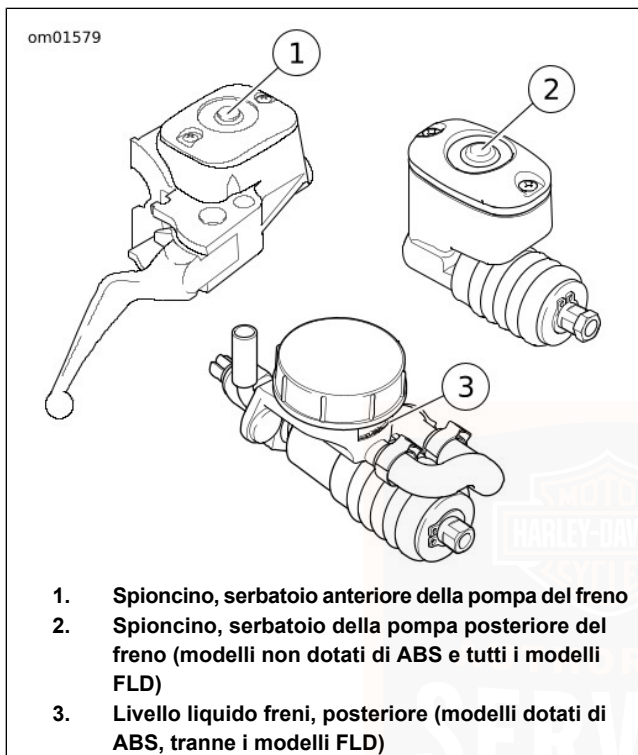

Figura 33. Pompe del freno
1. Vedere Figura 33. Guardare attraverso lo spioncino sui serbatoi anteriore e posteriore del liquido dei freni per controllare la presenza del liquido dei freni. Se necessario voltare il manubrio da un lato all'altro o scuotere con cautela il veicolo per agitare il fluido.